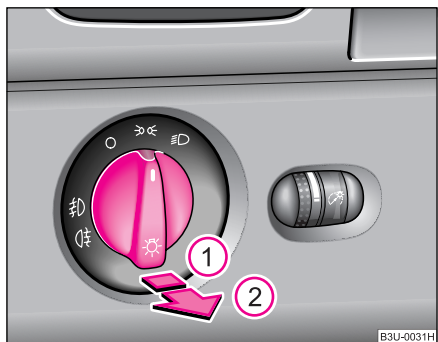

Fig. 34 Tabloul de bord: Întrerupătorul de lumină
- Rotiți întrerupătorul ♥ fig. 34 în poziția ☞☞.
La autovehiculele cu **volanul pe dreapta*** ordinea aranjării întrerupătoarelor diferă parțial față de ♥ fig. 34 ordinea prezentată. Simbolurile de pe întrerupătoare sunt totuși aceleași.
- Rotiți întrerupătorul ♥ pagina 55, fig. 34 în poziția ☞☞ sau ☞☞.
- Acționați întrerupătorul până la **prima** treaptă ①.
- Acționați întrerupătorul până la **a doua** treaptă ②.